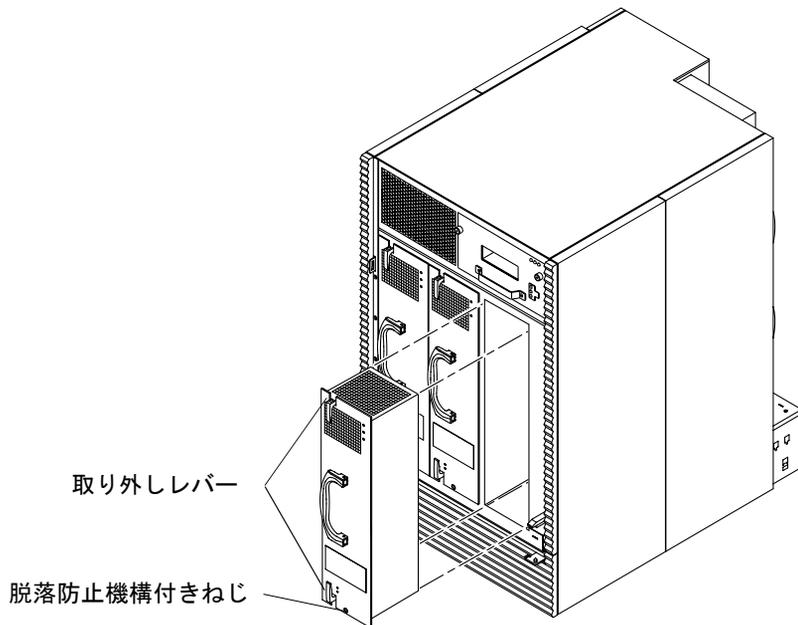

図 4-5 電源装置の取り外しまたは取り付け — Sun Fire E4900 システム
3. 電源装置の上部および下部にある 2本の脱落防止機構付きねじを緩めます (図 4-5)。
3. 片方の手でユニットの底を持ち、もう片方の手でハンドルを持って、電源装置を垂直に支えます (図 4-5)。電源装置が止まるまで、スライドさせてシャーシに挿入します。